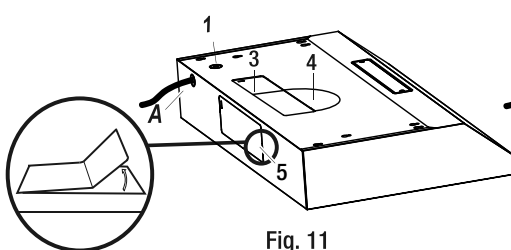

Fig. 11
- Escoja el orificio de ventilación para su tipo de instalación. Utilice los orificios superiores (3 y 4) para una instalación de ventilación ubicada en la parte superior y el orificio posterior (5) para una instalación de ventilación ubicada en la parte posterior. Consulte la sección de Instalación del regulador para obtener más información.
- Con cuidado, retire la cubierta (3, 4 o 5) de la abertura de ventilación adecuada con ayuda de un destornillador plano y unas pinzas de punta (consulte la Fig. 11). Tenga cuidado de no dejar restos dentro de la campana extractora (A).